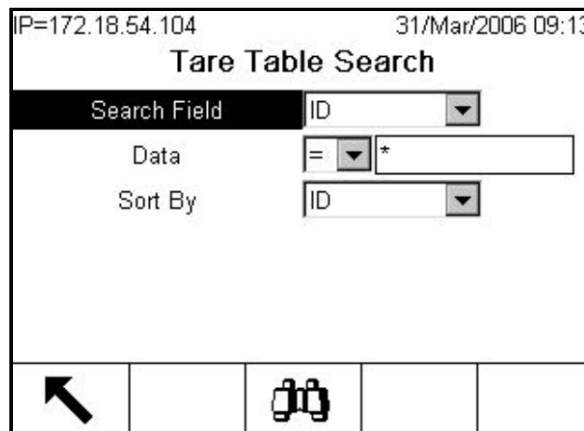

Figura C-10: Schermata Tare Table Search (Ricerca tabella tara)
1. Premere il soffkey TABELLA TARE  per visualizzare la schermata di ricerca come mostrato in Figura C-10.